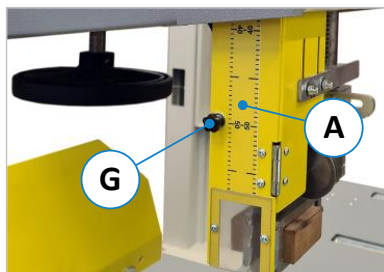

Abbildung 53: Abdeckung öffnen
- Schließen Sie die vordere Verdeckung der oberen Bandsägeblattführung (siehe ⇒ Abbildung 53).